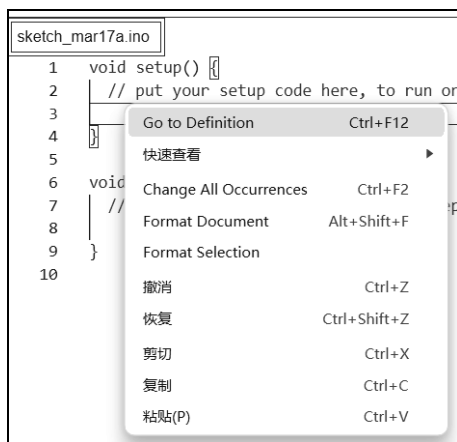

图 2-14
(1) 变量或函数导航功能：也就是当右击一个变量或函数时，将会提供导航快捷键，跳到它们被声明的行（和文件），如图 2-14 所示。